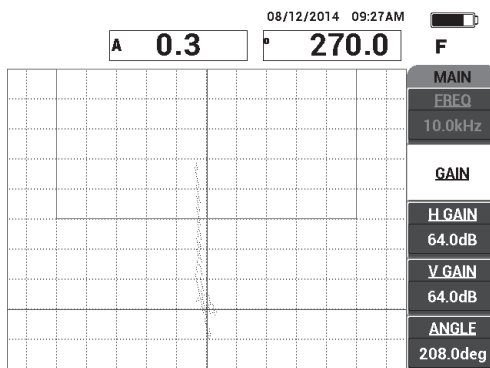

Рис. 6-26 Амплитуда сигнала входит в квадратную зону сигнализации
5. Нажмите клавишу **GAIN (dB)** и настройте амплитуду сигнала так, чтобы сигнал от дефекта (отслоения) входил в зону квадрата сигнализации и находился примерно на 5 делений выше нулевого положения (перекрестия) [см. Рис. 6-26 на стр. 151].